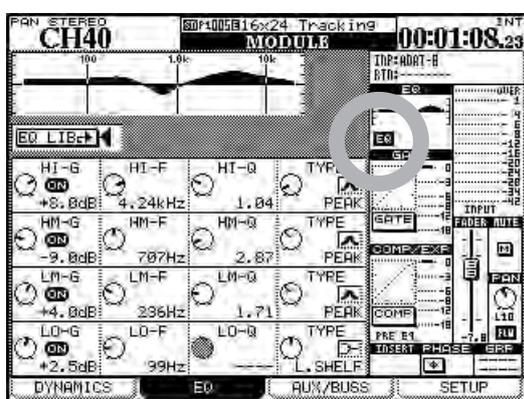

Figure 5.9: Ecran de module correcteur (EQ)
bouton d'écran EQ (marqué d'un cercle dans la Figure 5.9, *Ecran de module correcteur (EQ)*).